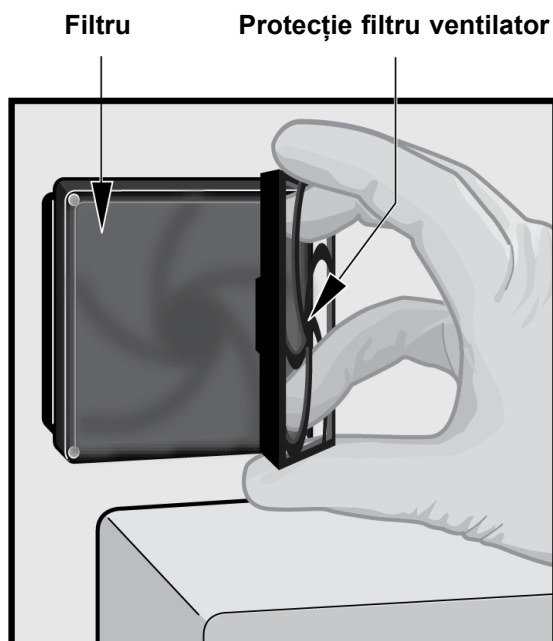

Figura 9-22. Scoaterea protecției filtrului ventilatorului și a filtrului
- Scoateți cu grijă protecția filtrului ventilatorului prin desfacerea acesteia din carcasa ventilatorului. Consultați Figura 9-22 și puneți-o deoparte pentru restul procedurii de scoatere și curățare a filtrului.